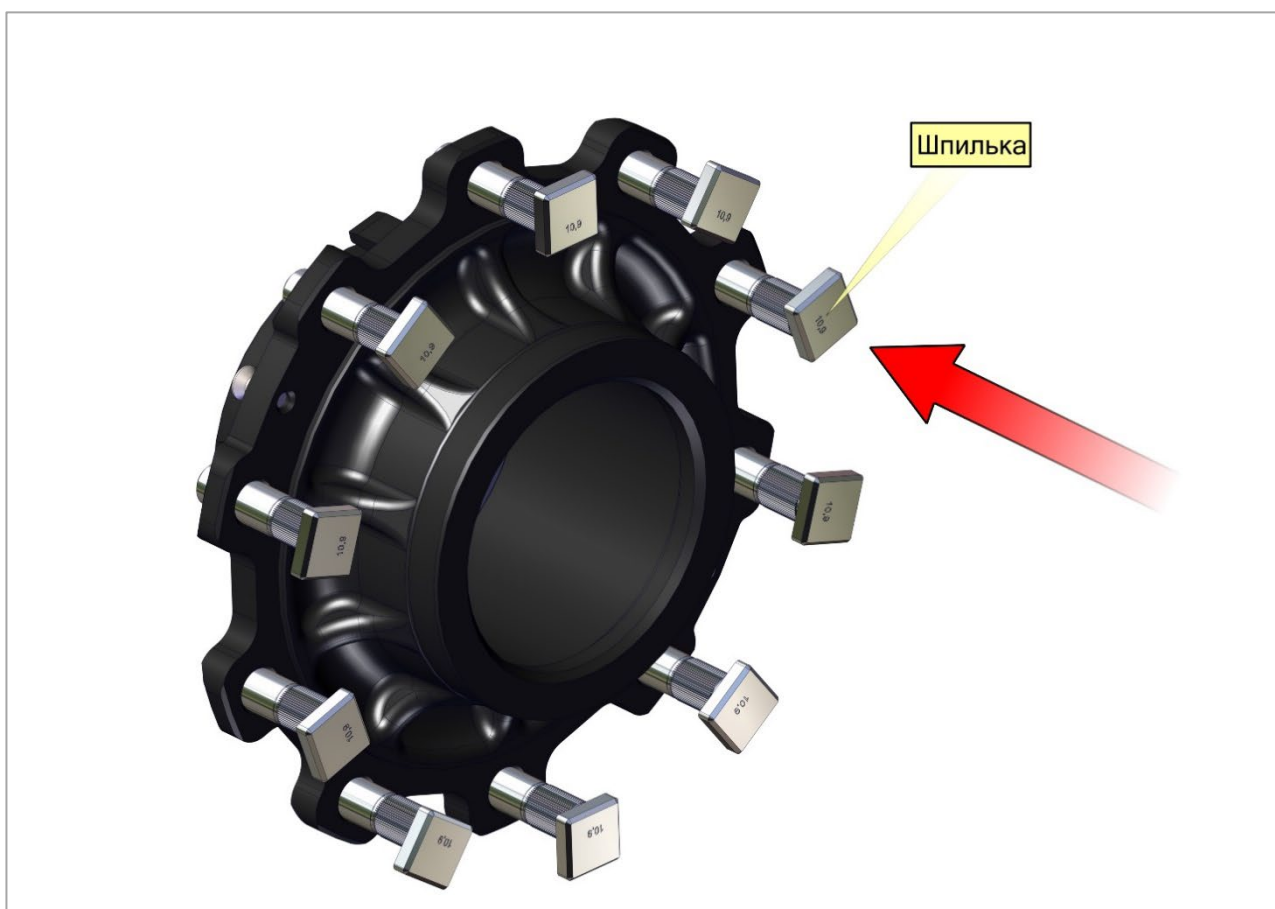

Рис. 22. Установка шпилек.
- 3) Шпильку необходимо надежно устанавливать на место, следя за тем, чтобы она располагалась под прямым углом к поверхности ступицы и точно садилась на внутренний торец ступицы (рис. 22).